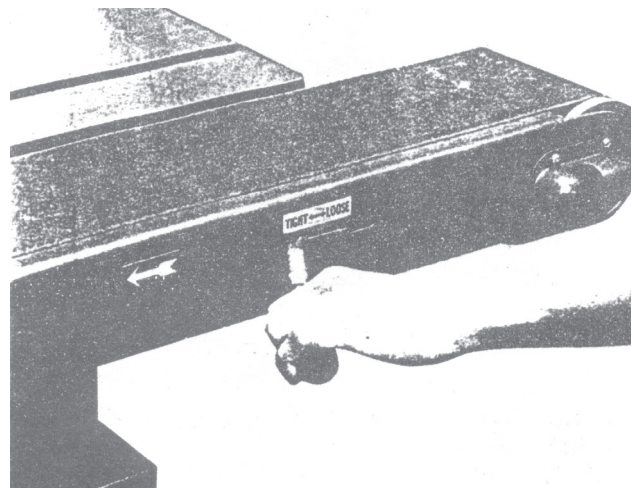

Figur 5
1. Geringsmåler (A) kan justeres i  $45^{\circ}$  -  $90^{\circ}$  og strammes fast med sekskantede håndtag (B), se Figur. 5.
2. Juster geringsmåleren (A) for at få den ønskede vinkel.